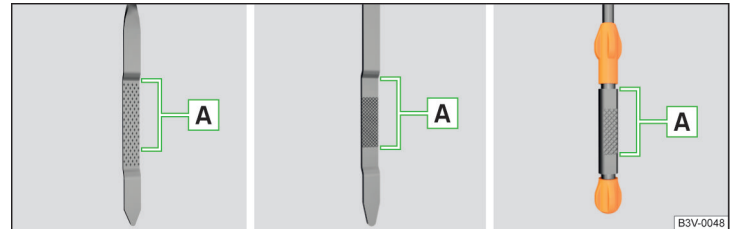

Abb. 323 Ölmesstabvarianten
Der Ölstand muss im Bereich **A** liegen » Abb. 323. Liegt der Ölstand unterhalb des Bereichs **A**, das Öl nachfüllen.
- Der Ölstand darf keinesfalls außerhalb des Bereichs **A** liegen » **Abb. 323** - anderenfalls besteht die Gefahr der Beschädigung des Motors sowie der Abgasanlage.